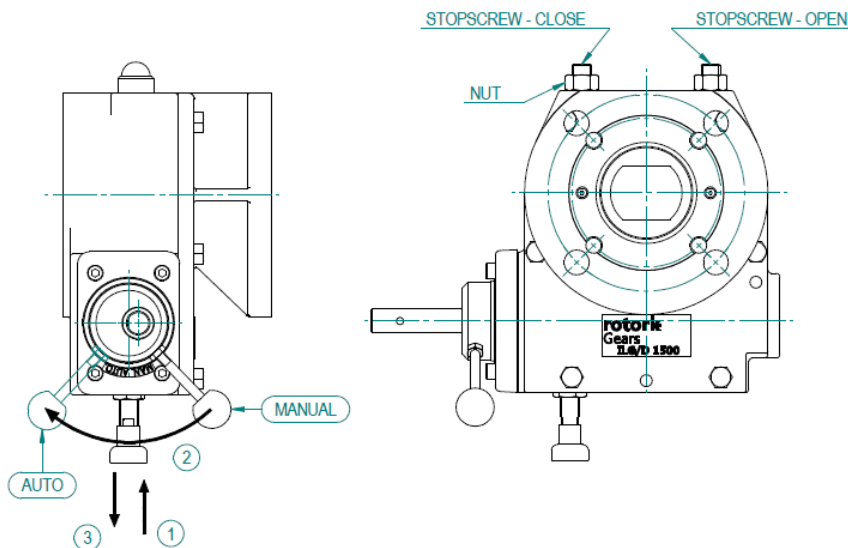
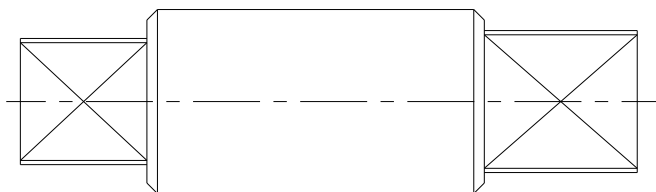

Figure 6: Réglage des vis de butée du réducteur ILG/D
Figure 7: Exemple d'un arbre d'entraînement du réducteur ILG/D
2. Passer le réducteur en manuel en tournant le levier de 90 degrés dans le sens antihoraire (voir 'Utilisation' et/ou figure 6: **1** tirez le bouton → **2** tournez le sélecteur → **3** relâchez le bouton et assurez qu'il a été déverrouillé.
3. Fermez la vanne complètement en tournant le volant dans le sens horaire. Quand la position fermeture complète ne peut pas être atteinte, desserrez la vis de butée CLOSE (voir figure 6) Continuez à tourner le volant jusqu'à ce que la vanne soit complètement fermée.
5. Ouvrir le robinet en tournant le volant dans le sens antihoraire. Lorsque la position complètement ouverte ne peut pas être atteinte, dévisser la vis de butée OPEN (voir figure 6). Continuer à tourner le volant jusqu'à ce que la vanne soit complètement ouverte.
8. Tirez vers l'extérieur le bouton (3) et tournez la poignée (sens horaire) jusqu'à ce que le bouton retombe dans sa position d'immobilisation (2).
- b. Positionnez l'arbre d'entraînement (voir la figure 7) sur le haut du réducteur.